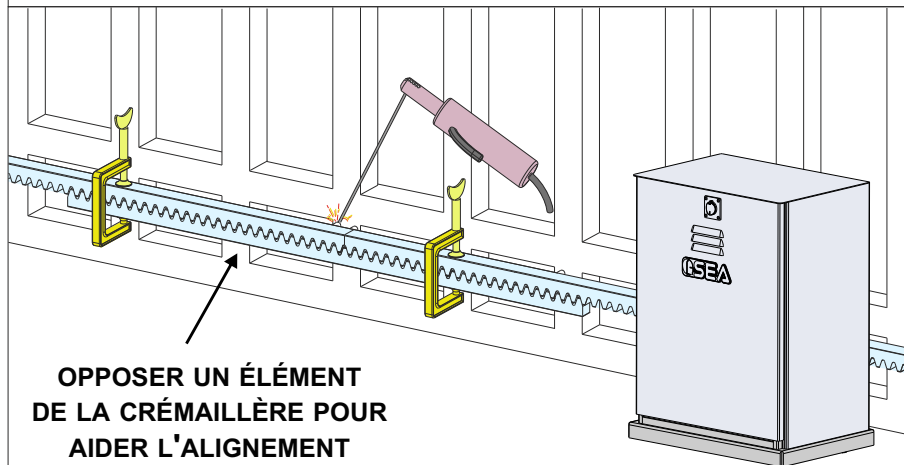

Fig. 11
6.5. Assurez-vous que tous les éléments de la crémaillère sont parfaitement alignés et correctement placés (**DENTURE EN PHASE**). Il est conseillé d'opposer un élément à deux éléments consécutifs pour assurer le parfait alignement comme illustré en Fig. 11;